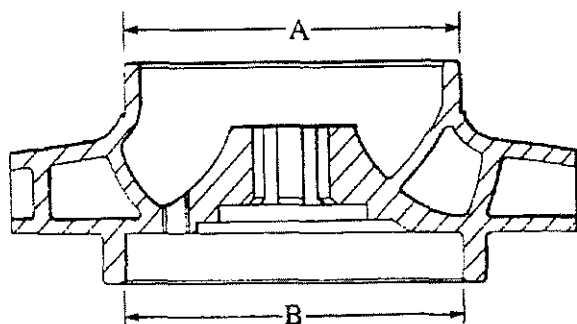

Bild 2 Mätning av pumphjulets navdiameter
Mät pumphjulets navdiameter (A) och (B) på flera punkter, (se bild 2). Om främre navmättet är mindre än, eller om bakre nav är större än uppgifterna som visas nedan, montera ett nytt pumphjul.